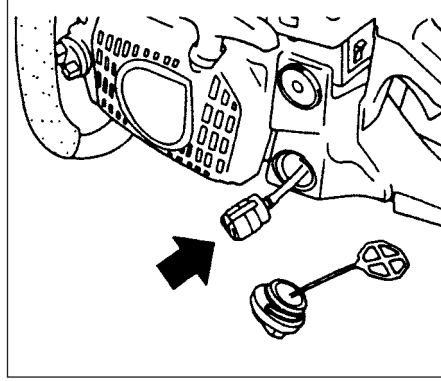

Fig.3-7
**Filtro del carburante (Fig. 3-7)**